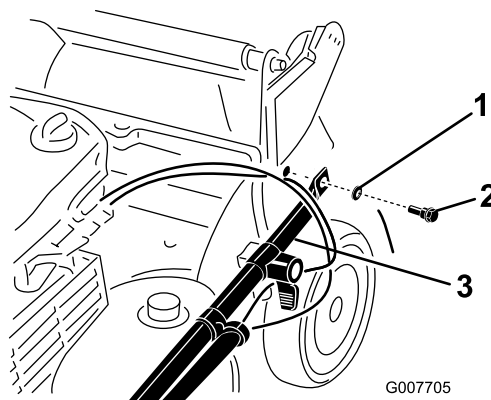

Рисунок 3
2. Присоедините торцевые части рукоятки к газонокосилке, установив две шайбы и два болта рукоятки (Рисунок 3), **но не затягивайте эти болты.**
Внимание: Проведите кабели к *наружной* части рукоятки (Рисунок 3).